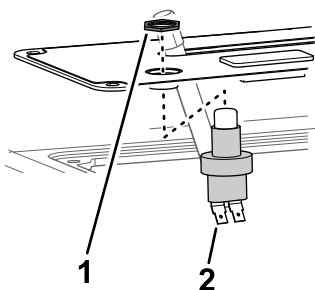

図 5
3. コントロールパネルのカバーにスイッチを組み付けるジャムナットを使う。ジャムナットは手締めする 図 5。